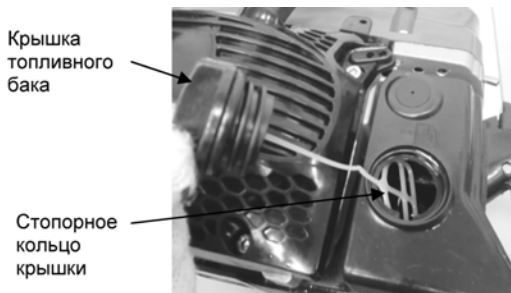

Рис. 18
2. Откройте крышку топливного бака и вытащите из бака стопорное кольцо крышки (рис. 18)